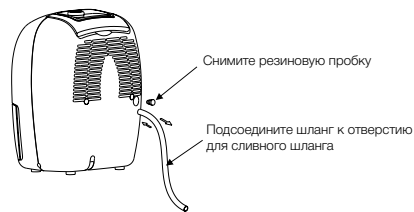

Рис. 5.
- Вставьте шланг для воды в устройство в сливное отверстие сзади устройства, как показано на Рис. 5. Убедитесь, что шланг для воды плотно подсоединен к отверстию для сливного шланга, а также что нет утечки воды.